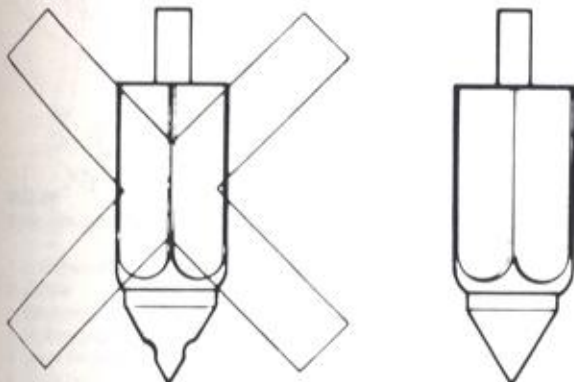

Bild 75
- Das Nadelventil muss gemäss Bild 75 eine unbeschädigte Oberfläche aufweisen. Falls die Nadel wie gezeigt abgenutzt ist, muss sie zusammen mit dem Ventilsitz ausgewechselt werden.